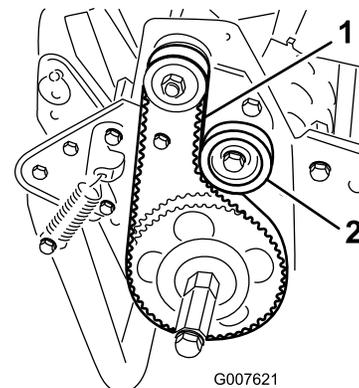

Figure 38
2. Contrôlez la tension en exerçant une force d'environ 18 à 22 N à mi-distance entre les poulies (Figure 38). La courroie doit présenter une flèche de 6 mm.
- A. Desserrez l'écrou de fixation de la poulie de tension et faites pivoter la poulie dans le sens horaire contre l'arrière de la courroie jusqu'à ce que vous obteniez la tension voulue (Figure 38).